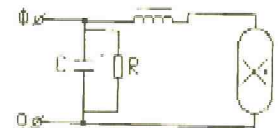

Рис. 3
5.3. Подключение проводов сети производится к клеммной колодке согласно схеме включения (рис.3), а заземляющего провода – к защитному зажиму.